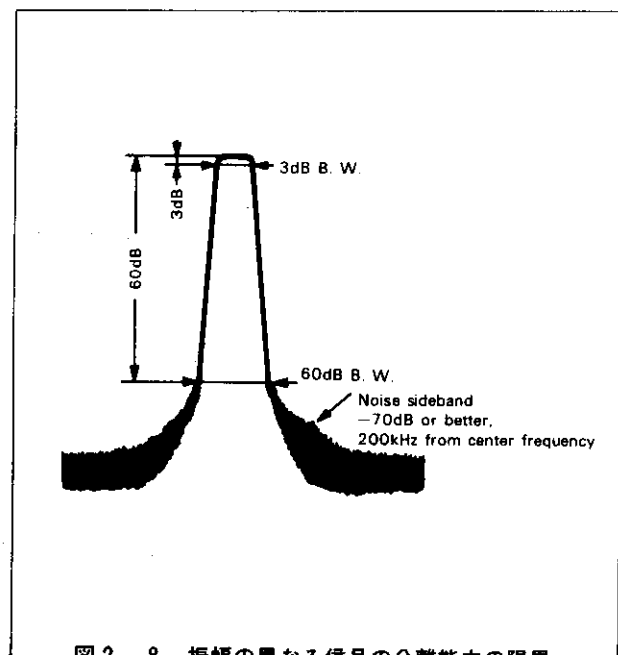

図2-8 振幅の異なる信号の分離能力の限界
5. 振幅が異なり、周波数が近接している信号を分離する能力は、IFバンド幅選択度の他にノイズ・サイドバンドがあります。これは〔図2-8〕に示しますように、IFフィルタのすその部分(スカートとも言う)に現われるノイズで、これによって、振幅の異なる信号を観察するときの分解能を制限します。本器のノイズ・サイドバンドは、キャリアから20kHz離れた所で-70dB以下(IFバンド幅1kHz、ビデオ・フィルタONにて)です。